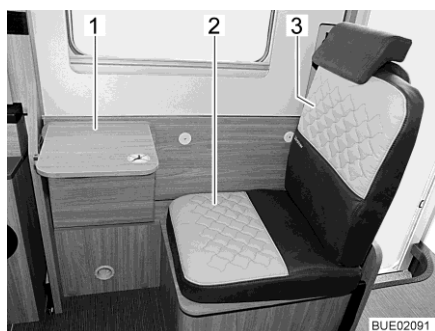
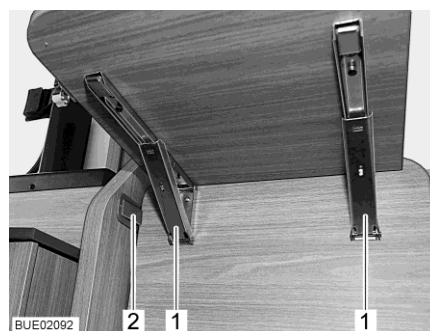

Fig. 30 Siège supplémentaire avec table pliante
Fig. 31 Crans d'arrêt sur la table pliante
- Mettre le coussin d'assise fourni (Fig. 30,2) et le coussin de dossier (Fig. 30,3) en place.
- Faire pivoter la partie avant de la banquette longitudinale vers le haut jusqu'à ce qu'elle s'enclenche dans le cran d'arrêt en plastique (Fig. 31,2).
- Rabattre le plateau de table vers le bas : Déverrouiller les deux crans d'arrêt (Fig. 31,1) et faire pivoter le plateau de table (Fig. 30,1) vers le bas.